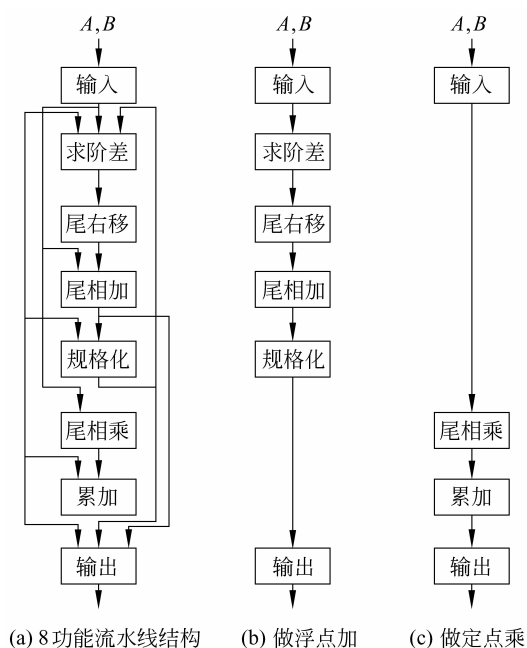

图 3.2 TI ASC 机多功能流水线结构及功能
8 个功能模块组成,使用时可根据需要组合连接,实现各种功能,如图 3.2 所示。
(3) 在多功能流水线中,按在同一时间内是否能实现多种功能来分又可分为两种。
① 静态流水线(static pipeline) 它是指在同一时间内,多功能流水线的各功能模块只能按一种固定方式连接,实现一种固定功能的流水线。其特点是,一个时刻只能有一种组合形式,如 TI ASC 机在做浮点加,应按图 3.2(b) 组合;若浮点加没有执行完,运算器不能改为其他组合。优点是控制较简单,缺点是运算效率不高。
② 动态流水线(dynamic pipeline) 它是指同一时间内,多功能流水线的各功能模块可根据多种运算需要,连接成多种方式,同时能执行多种功能的流水线。其特点是,各功能模